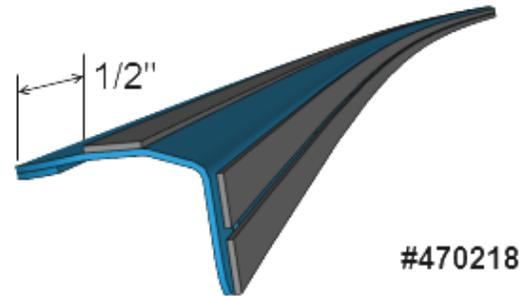

FIGURE 24
4. Appliquer trois bandes de ruban le long du larmier no 470218, d'un bout à l'autre. La première bande devrait être placée à 1/2 po du bord montré sur la FIGURE 24. Les deux autres bandes devraient être placées de chaque côté de la rangée de perçage.